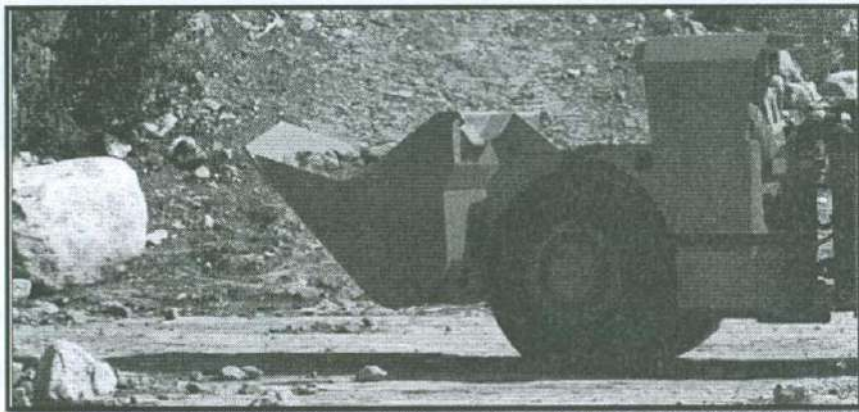

Figura 47. Posición de transporte.
4. Ponga la marcha atrás y baje el brazo hasta apoyarlo contra los soportes del brazo (Ver figura 47).